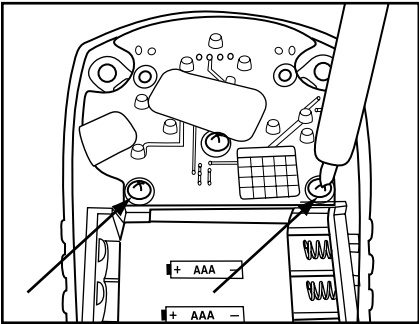

Fig. 36
- 3. Solte os dois parafusos que fixam o conjunto de sensores – guarde esses parafusos (Fig. 36).